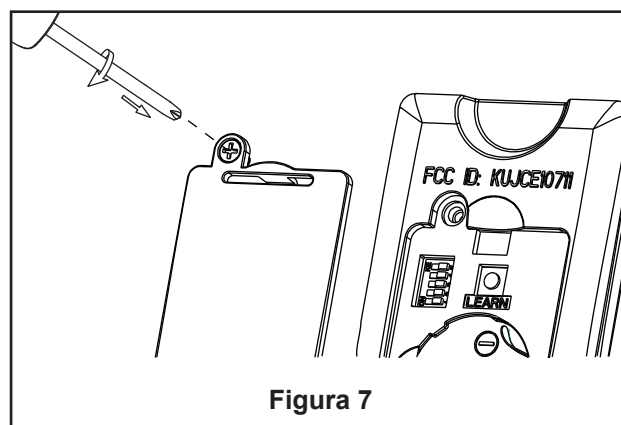

Figura 7
- 7.** Asegure el vidrio en la ensamble de la placa de iluminación girándolo en el sentido de las agujas del reloj y sin apretar demasiado. (Figura 7)
9. Vuelva a colocar la cubierta de la batería en el mando a distancia con un tornillo retirados previamente. (Figura 7)